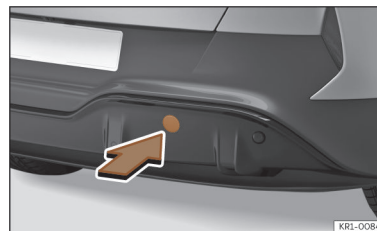

Fig. 188 No lado direito do para-choques traseiro: retirar a tampa.
O alojamento para a argola de reboque enroscável encontra-se na parte direita do para-choques traseiro, atrás de uma tampa >>> **Fig. 188**.
- Pressione a zona superior da tampa >>> Fig. 188 para desencaixá-la.